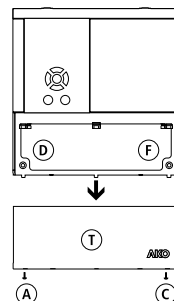
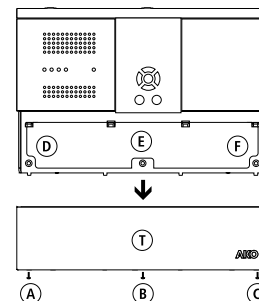

FIG.1a
FIG.1b
- Retirer le couvercle T de l'appareil (Fig. 1a ou Fig. 1b).
- Insérer et serrer les vis D, E, F (Fig. 1a ou Fig. 1b).
- Après avoir connecté les câbles comme sur le schéma de connexion, fermer le couvercle T, insérer et serrer les vis A, B, C (Fig. 1a ou Fig. 1b).